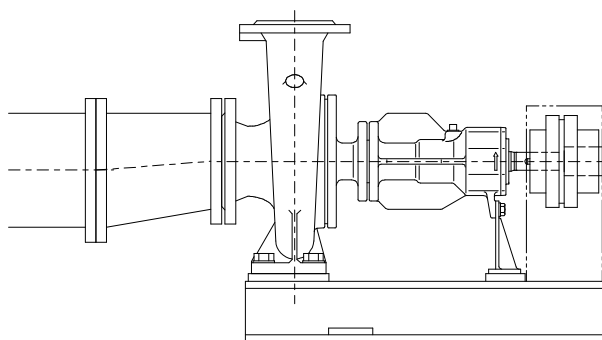

図 2.3-1 偏芯テーパ管による吸込配管例
- (1) 吸込側及び吐出側の配管を行う場合は、ポンプに配管からの力がかからないようにして下さい。ポンプに配管からの力が加わると、ポンプの異常振動や破損の原因となります。
- (2) 配管を設計する場合、吸込配管の諸損失を最小にするように注意し、急激な断面変化や急激な曲りを避け、流速は3m/s以下になるよう管径を決定して下さい。
- (3) 吸込配管は空気溜りができないように、吸上配管の場合はポンプに向かって上り勾配として下さい。
- (4) 吸込配管とポンプ吸込口の口径が異なる時は図2.3-1のように偏芯テーパ管を接続し、空気溜りができないようにして下さい。